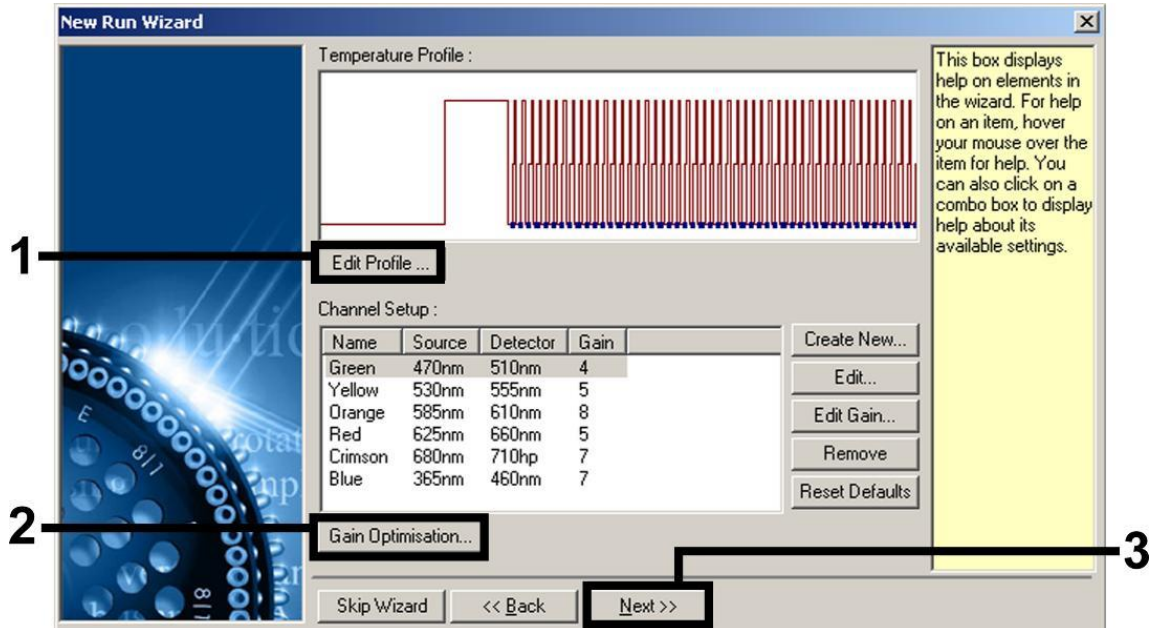

Figure 7. Modification du profil.
8. Dans la boîte de dialogue « New Run Wizard », cliquer sur le bouton « Edit Profile » (Modifier profil) (Figure 7) et programmer le profil de température comme indiqué sur les figures 7-10).
9. La plage de détection des canaux de fluorescence doit être déterminée selon les intensités de fluorescence des tubes de PCR. Dans la boîte de dialogue « New Run Wizard », cliquer sur « Gain Optimisation » (Optimisation du gain) (cf. figure 7) pour ouvrir la boîte de dialogue « Auto-Gain Optimisation Setup » (Configuration de l'optimisation du gain automatique). Régler la température de